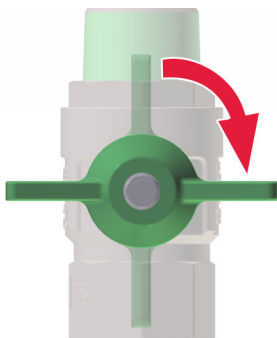

Abb. 37: Hauptabsperrentil schließen
1. ➔ Alle Hauptabsperrentile (Abb. 37) an der Frischwarmwasserstation schließen.